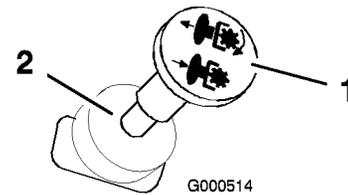

Figure 10
- Tirez sur la commande des lames pour engager les lames (Figure 10).
Poussez la commandes de lames en position Désengagée pour désengager les lames (Figure 10).